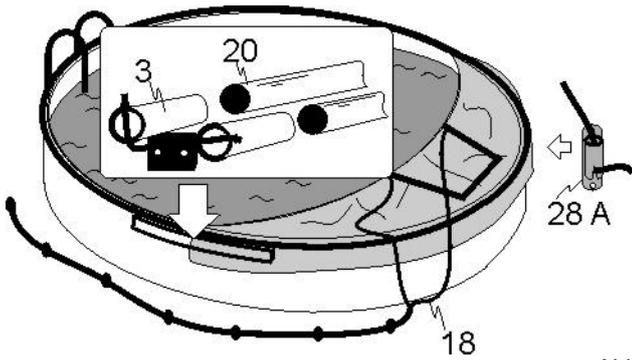

Abb. 7.1
Aufziehen (Abb. 7.1 bis 7.4)
- Den Cabrio Dome an den Rand gegenüber der Einsteigsleiter legen und darauf achten, dass sich die Seite mit der Tür und dem Zugseil (18) oben befindet (Abb. 7.1).
- An beiden Seiten die Bögen (20) in die Einsteckhülsen (3) stecken. **Den untenliegenden Bogen in die rechte Einsteckhülse und den obenliegenden Bogen in die linke Einsteckhülse einstecken, sofern sich die Einsteigsleiter an der linken Seite befindet.** Sollte sich die Leiter auf der rechten Seite befinden, genau umgekehrt anwenden.